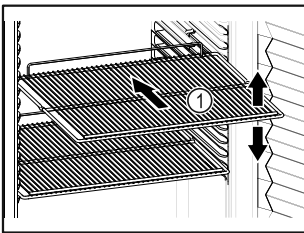

Fig. 75 例图
- ❑ 如果存放格栅 Fig. 75 (1)可移动，则根据高度进行调整。